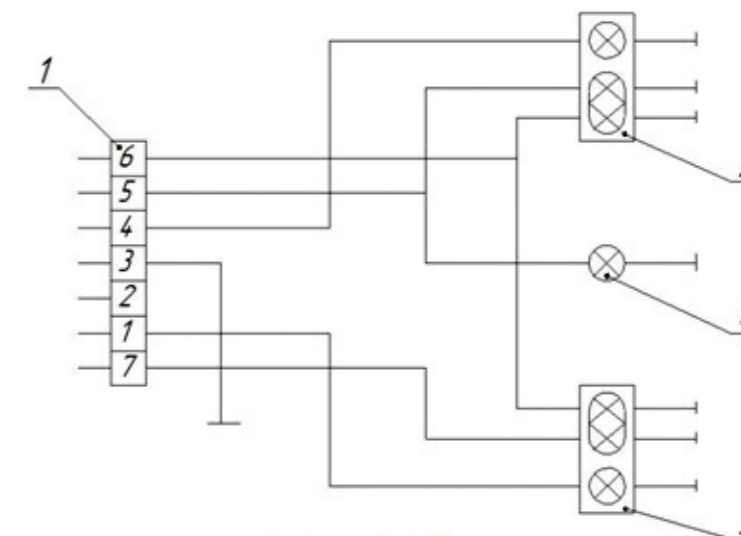

Рис.3 Электрооборудование
4.10 Электрооборудование (рис.3) включает жгут проводов с вилкой, фонарь номерного знака, а также световозвращатели передние и задние, фонари задние.